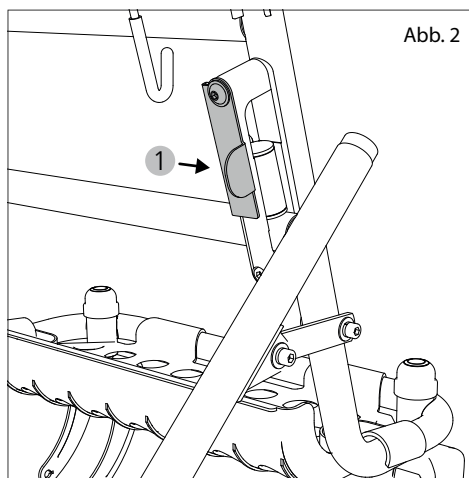

Abb. 2
4. Um die Faltsicherung zu arretieren, klappen Sie den Hebel herunter bis dieser fest in der Führung einrastet (1, Abb. 2).